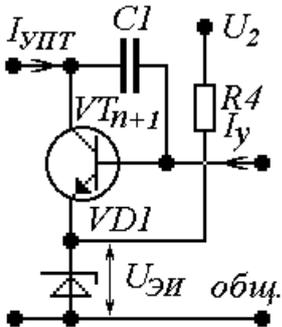

Рис.11. Вариант 1
$$U_{K_{n+1}} = U_{2\text{ном}} - U_{\text{ЭИ}} + \sum_{l=1}^n U_{BЭ_l}, \text{ для рис. 11, 12.} \quad (29)$$
$$I_{\text{УПТдоп}} \leq \frac{0.5 P_{K\text{доп}}}{U_{K_{n+1}}}, \text{ для рис. 11...20.} \quad (33)$$
$$U_{\text{ЭИ}} \leq U_{2\text{ном}} - 3B, \text{ для рис. 11, 12, 17, 18, 19, 20.} \quad (34)$$
$$R_4 \leq \frac{U_{2\text{ном}} - U_{\text{ЭИ}}}{I_{\text{см1 min}}}, \text{ для рис. 11, 12, 17, 18, 19, 20.} \quad (36)$$
$$I_{K_{n+1}} = I_{УПТ \max}, \text{ для рис. 11, 12, 13, 14, 15, 16.} \quad (39)$$
$$K_{I_{n+1}} = \frac{\beta_{n+1} R_n}{R_n + R_{\text{вхРЭ}}}, \text{ для рис. 11...20.} \quad (41)$$
$$I_{У \max} = I_{K_{n+1}} / K_{I_{n+1}}, \text{ для рис. 11...20.} \quad (42)$$
$$R_{\text{вхУ}} = r_{\text{вх}_{n+1}} + (1 + \beta_{n+1}) \frac{R_4 r_{\text{см}}}{R_4 + r_{\text{см}}}, \text{ для рис. 11...14 и 17...20.} \quad (43)$$
$$C_1 = (0.01...0.05) 10^{-6} \text{ Ф, для рис. 11...20.} \quad (45)$$